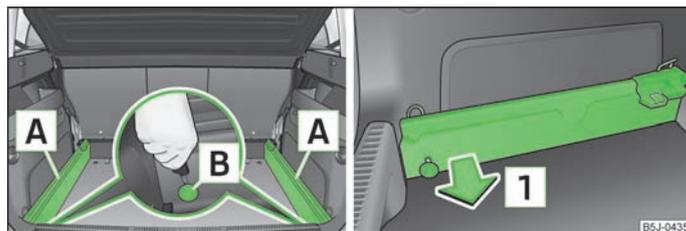

Fig. 49 Coffre à bagages : Défaire les points de fixation/extraire les glissières de support
➤ Défaites les points de fixation **B** » fig. 49 sur les glissières de support à l'aide de la clé du véhicule ou d'un tournevis plat.
- Appuyez jusqu'en butée sur le point de fixation [B] » fig. 49 de chaque glissière de support.